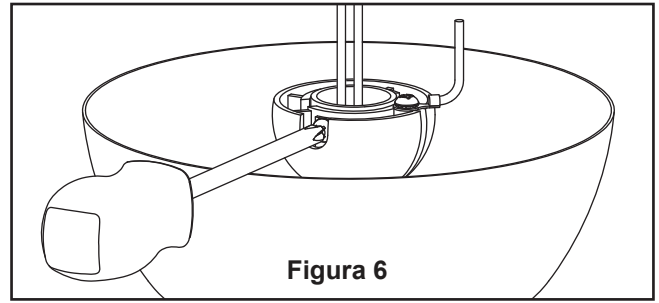

Figura 6
6. Vuelva a colocar la semiesfera en el barral como se indica a continuación. Pase los cables de marrón, azul, rojo, gris, amarillo cables y cable de soporte de soporte para techo a través de la semiesfera. Pase el pasador a través de los dos orificios en el barral y alinee la semiesfera de modo que el pasador quede atrapado en la ranura de la parte superior de la misma. Empuje la semiesfera hacia arriba, bien ajustada contra el pasador. Ajuste firmemente el tornillo de fijación en la semiesfera. Si el tornillo de fijación está flojo, podría provocar oscilación del ventilador. (Figura 6)